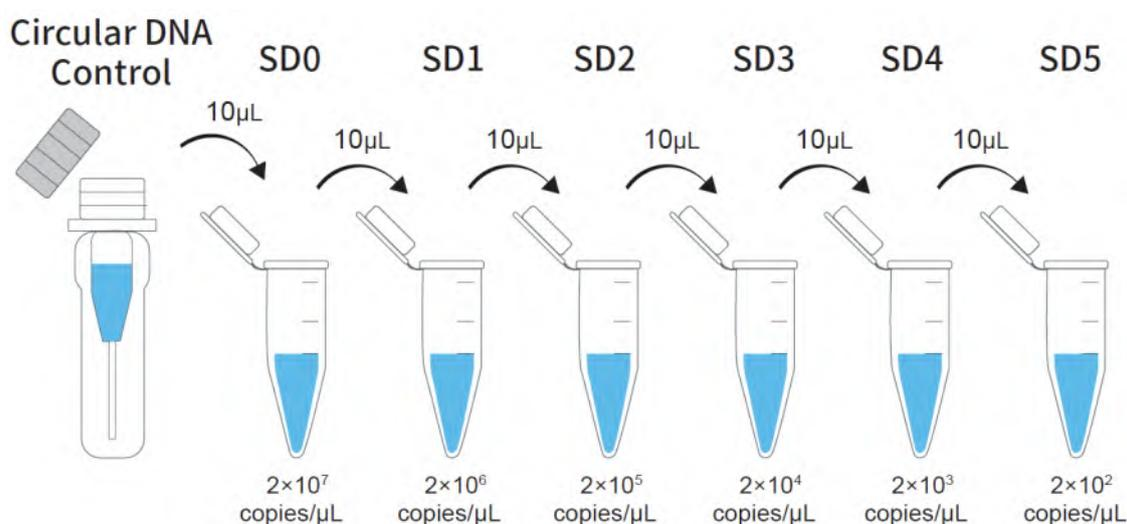

图 2: 非线性化 DNA 定量参考品(Circular DNA Control)倍比稀释示意图
- 如图 2 所示: 在低吸附离心管中加入 90 μL DNA 稀释液 (DNA Dilution Buffer) 和 10 μL 非线性化 DNA 定量参考品(Circular DNA Control)稀释至 2×10^8 copies/ μL , 充分振荡混匀后离心备用; 按此方法继续依次 10 倍倍比稀释至 2×10^6 copies/ μL , 2×10^5 copies/ μL , 2×10^4 copies/ μL , 2×10^3 copies/ μL , 2×10^2 copies/ μL 。注意: 每稀释 1 个梯度必须充分混匀后再向下稀释, 保证稀释的均匀准确。